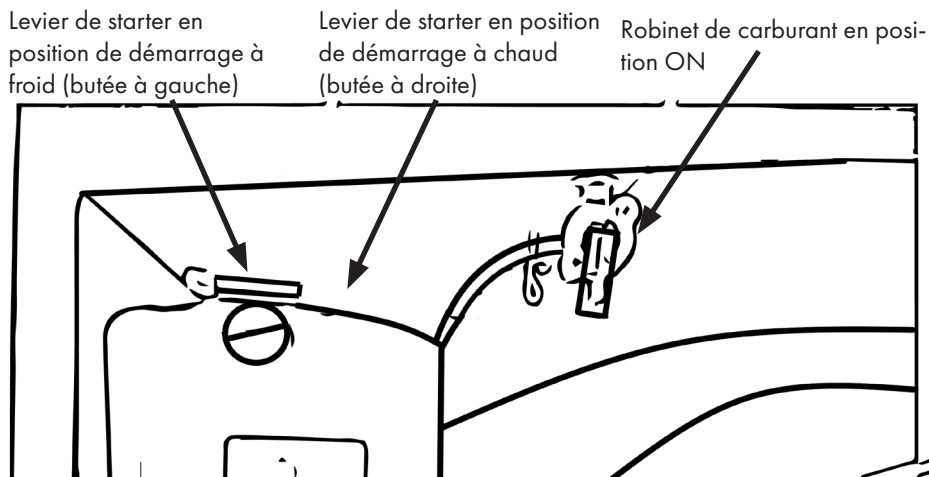

Figure 13
- Ouvrez le robinet de carburant. Voir également la figure 13. (la poignée du robinet est orientée vers le bas)